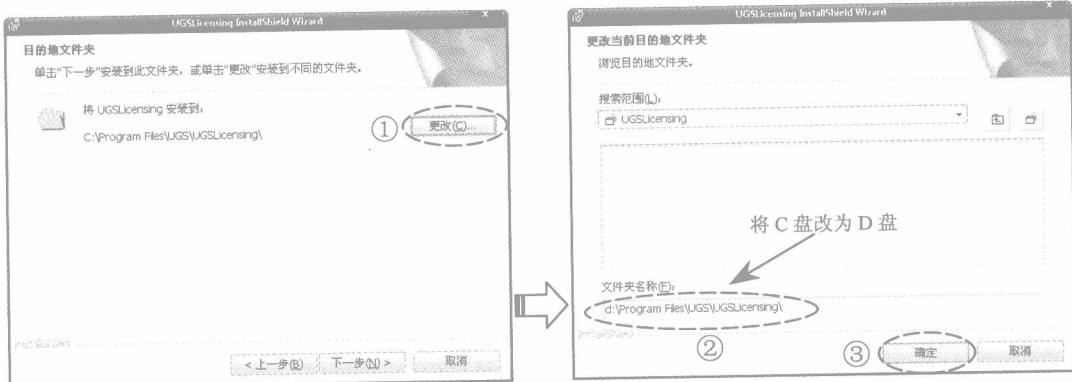

图 1-6 更改目的地文件夹
(8) 单击 **确定** 按钮后弹出『UGSlicensing InstallShield Wizard』对话框，接着单击 **下一步(N)>** 按钮，弹出『UGSlicensing InstallShield Wizard』对话框，然后以图 1-6 所示的指引进行操作。